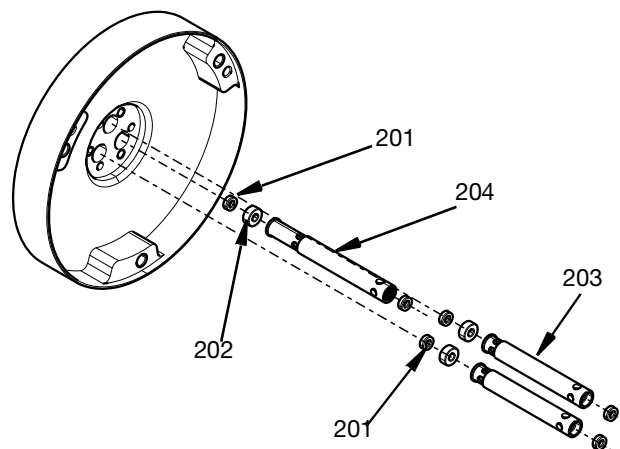

FIG. 26
- Sätt in inloppspackningsdistanserna, (203) och sätt tillbaka packningsdistans (204) stångtätningar (201) och stånglager (202) i mittkroppen. Se **Verktygssats 25T489 för montering och demontering av tätningar**, sidan. 32 när stångtätningarna ska monteras. Observera att den längre
returpackningsdistansen (204) placeras i kammare III som markerat på framkroppen på mittkroppen. Se FIG. 26.